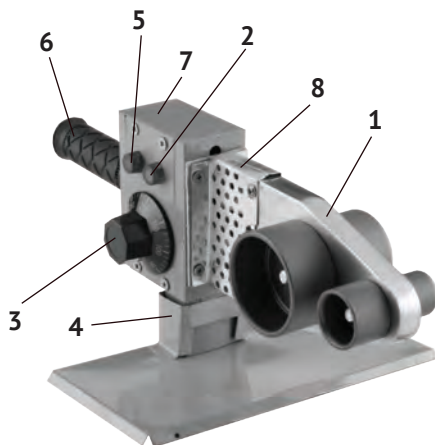

рис. 1
4.1 Общий вид сварочного аппарата представлен на рис. 1
4.2 Включение ТЭНа (при подключённом к сети аппарате) и установка температуры осуществляется ручкой термостата (рис.1 поз.3). Термостат поддерживает (в интервале от 50 до 300 °С) выставленную температуру в автоматическом режиме. Индикатор (рис.1 поз.2) загорается при подключении аппарата к сети питания. Индикатор (рис.1 поз.5) при включении термостата и установки выбранной температуры сварки. Радиатор (рис.1 поз.8) отводит тепло от нагретого ТЭНа, понижая температуру корпуса (рис.1 поз.7).
6.1 Из кейса извлеките подставку (рис.1 поз.4). Установите её на ровной и надёжной поверхности рабочего стола (верстака).
6.3 С обеих сторон нагревательного элемента (рис.1 поз.1) установите и через отверстия закрепите парные насадки, необходимые для предстоящей работы. Насадки должны быть чистыми.
7.1 Включите сварочный аппарат в сеть. Включите ручкой (рис.1 поз.3) термостат и установите необходимую (для конкретного материала) температуру сварки.
7.2. Для достижения рабочей температуры нагревательного элемента (рис.1 поз.1) и установленных насадок потребуется некоторое время.
Корректировку температуры производите регулятором температуры нагрева ручкой термостата (рис.1 поз.3).